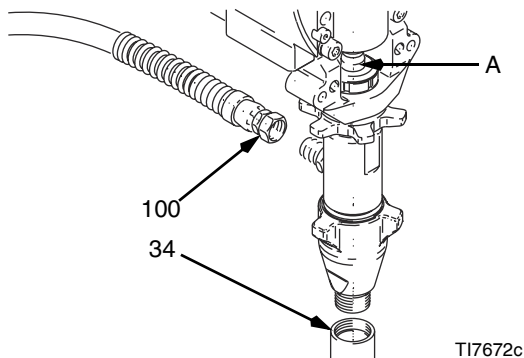

Рис. 15
3. Рис. 15. Проверните шток поршня насоса (A) к нижнему положению.
4. Рис. 15. Отсоедините трубку всасывания (34) и шланг (100).